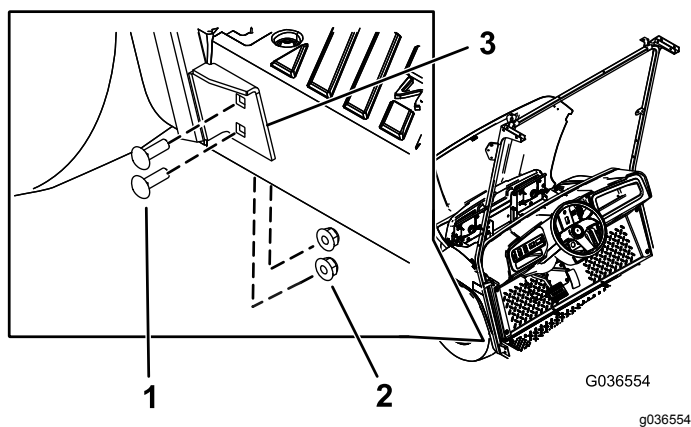

Figure 6
5. Fixez la patte inférieure du support de pare-brise au côté gauche de la machine en insérant 4 boulons à embase hexagonale (5/16" x 1") et 4 écrous (5/16") dans les trous que vous avez percés à l'opération 2 (Figure 6).